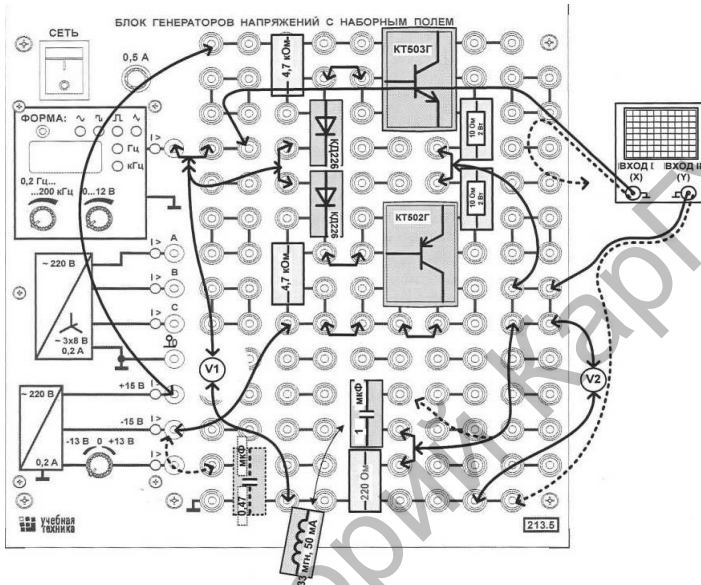

Рисунок 5.35
- Соберите цепь двухтактного усилителя (монтажная схема – рис. 5.35). Конденсатор 0,47 мкФ, показанный на схеме пунктиром, не обязателен. Он подключается к источнику +15 В или -15 В в случае появления возбуждений.